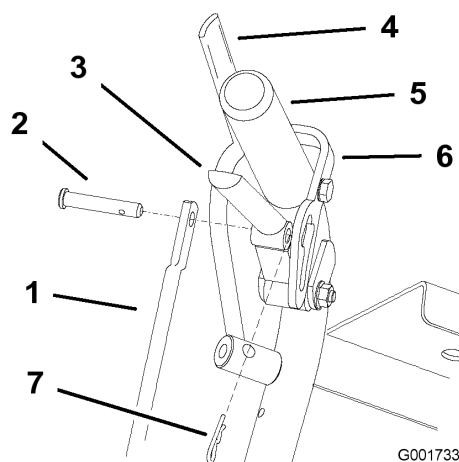

Figura 22
- Retire los pasadores y los pasadores de seguridad de las palancas de avance y los cierres de bloqueo de punto muerto (Figura 22).